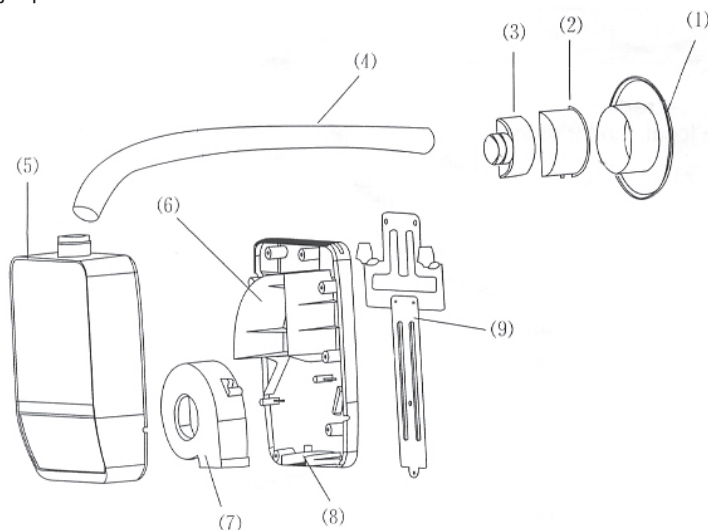

Рис. 5.3.1
Установка вытяжки воздуха HZ03 (рис. 5.3.1) представляет из себя устройство, состоящее из пластикового корпуса (передняя панель поз. 5 и задняя панель поз. 8), центробежного вентилятора (поз.7), монтажной панели (поз. 9) и воздуховыпускной трубы (поз. 4) с адаптером (поз. 3), корпусом решетки (поз. 2) и гильзой монтажной (поз.1). Электропитание осуществляется через блок питания (поз. 6).
- В корпус решетки устанавливается адаптер поз. 3 (рис. 5.3.1), в который подключается воздухозаборная труба поз. 4.
- **Внимание!** Нарращивать воздухоотводящую трубу поз. 4 (рис. 5.3.1) не допускается.